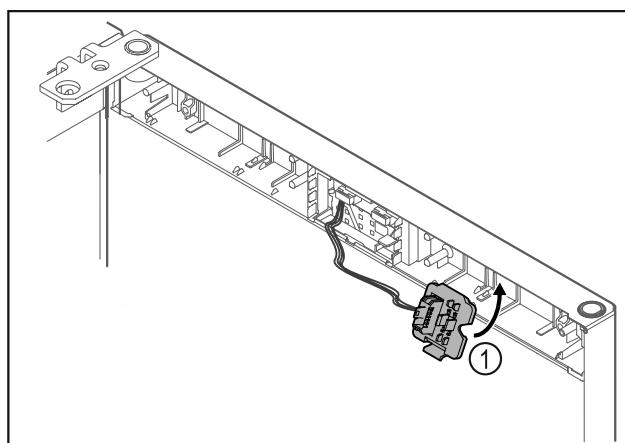

Fig. 23
► Задійсніть кріплення штекера *Fig. 23 (1)* на протилежній стороні.